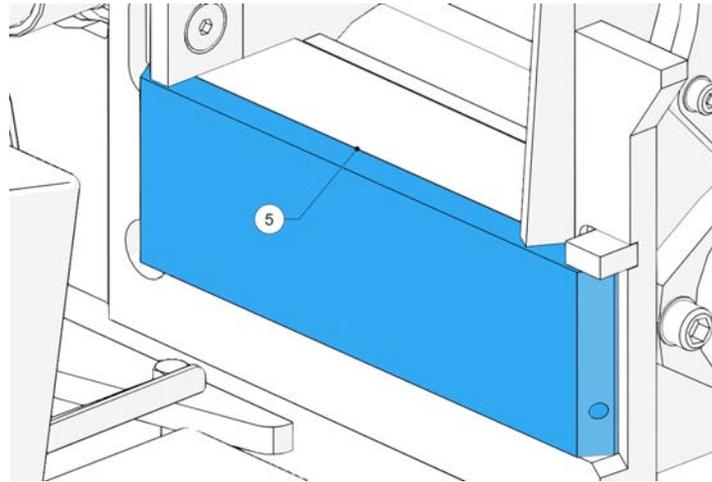

Figure 69 - Enclume fixée à la plaque de base
14. Insérez l'enclume par le côté de la chambre, en veillant à ce qu'elle reste bien fixée à la plaque de base (5, Figure 69).